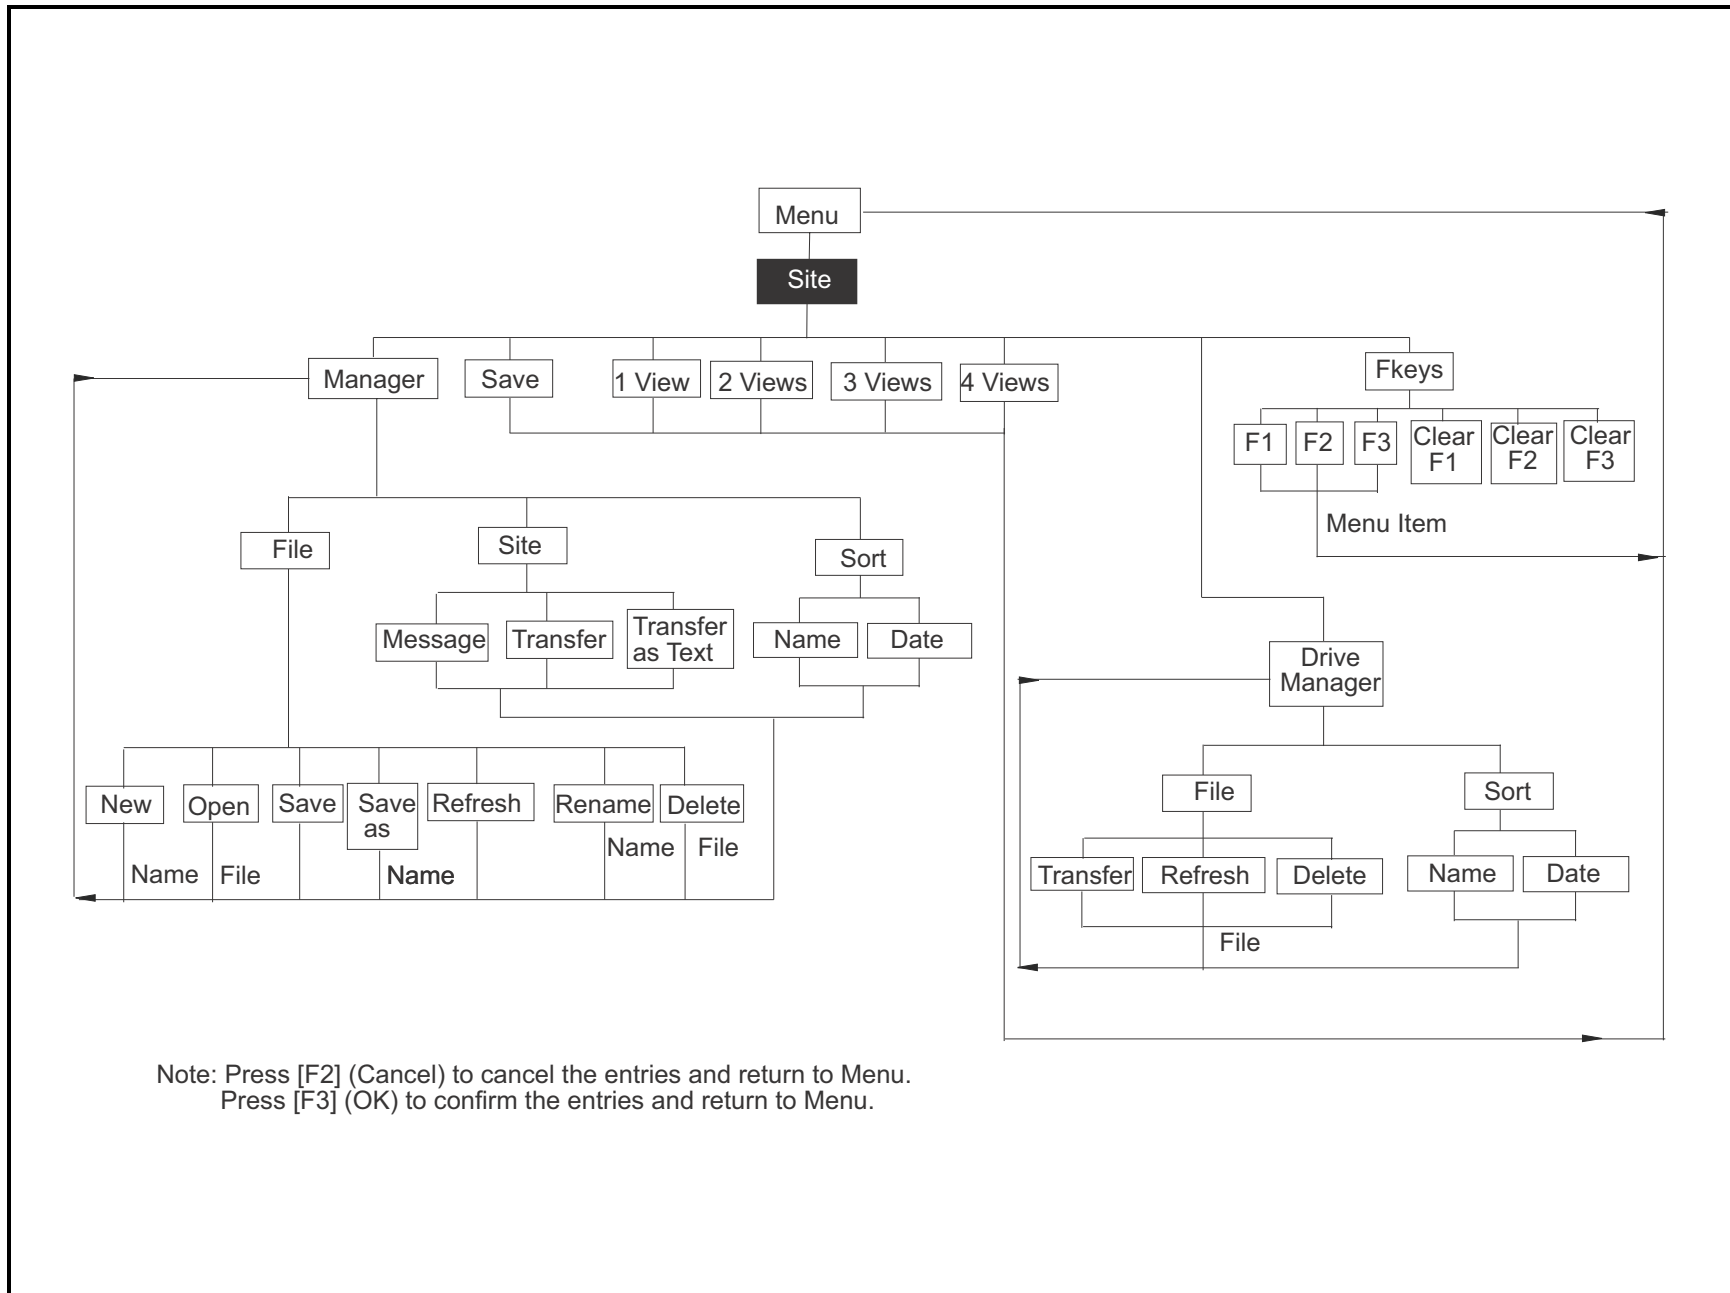

Figure 138: Site Menu
- **Site Menu** - Figure 138 on page 221.